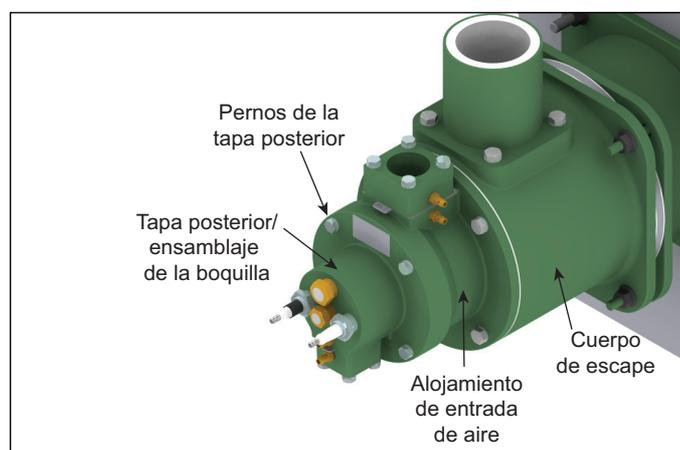

Figura 3.16
1. Para sacar el ensamblaje de la tapa posterior retire los pernos de la tapa posterior. Véase Figura 3.16.